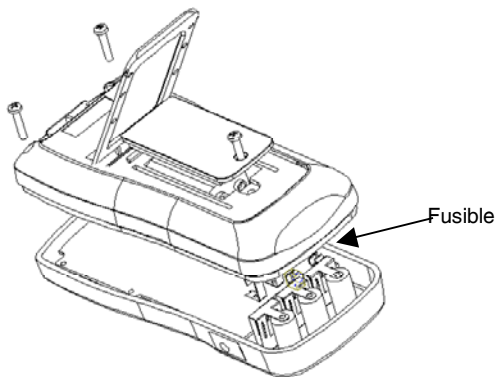

Figura 11.- Sustitución del fusible
2. Aflojar los tornillos con un destornillador adecuado y retirar la tapa inferior del compartimiento de la pila como se indica en la figura 11.